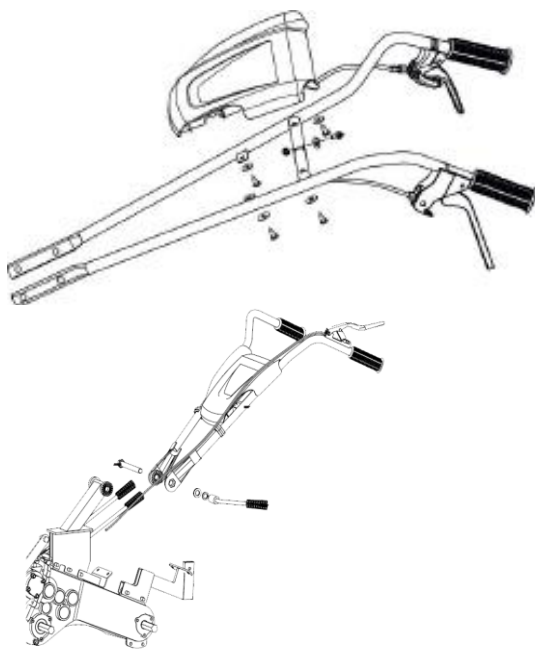

Рисунок 3. Схема встановлення керма
4. Встановити та закріпити кермо (див.рис.3):